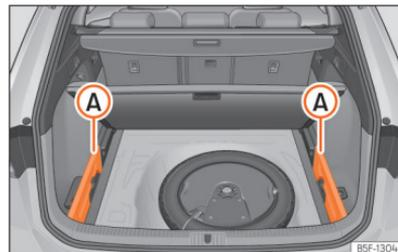

Abb. 180 Im Gepäckraum: Aufnahme zum Verstauen der aufrollbaren Abdeckung.
- Entfernen Sie die Abdeckungen links und rechts »» (Abb. 180) **A**.